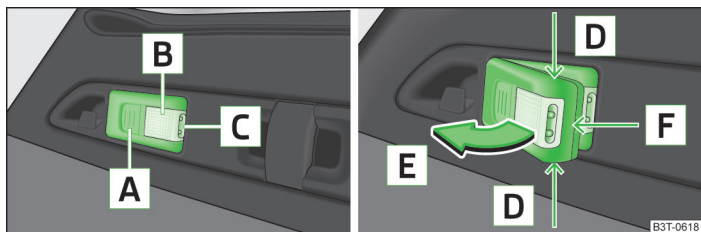

Fig. 41 Lampe amovible
■ Si vous n'éteignez pas la lampe et que celle-ci est correctement insérée dans son support, les ampoules dans la partie avant [C] » fig. 41 à la page 58 de la lampe s'éteignent automatiquement.
- Éclairage du coffre à bagages - la partie **B** » fig. 41 s'allume (lampe repose sur le support) ;
- Attraper la lampe au niveau des flèches **D** » fig. 41 à la page 58 et la faire sortir en la faisant basculer dans le sens de la flèche **E**.
- Soulever le couvercle du compartiment des piles en faisant levier avec un objet mince et pointu sur le clip d'arrêt **F** » fig. 41 à la page 58.